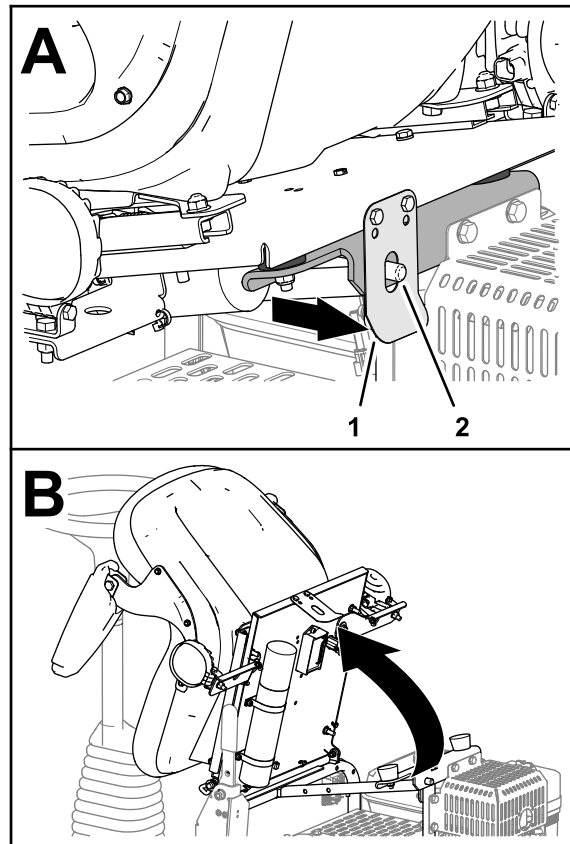

Bild 23
1. Ziehen Sie die Sitzverriegelung nach hinten, bis sie den Sitzverriegelungsstift freigibt (Bild 23).
2. Klappen Sie den Sitz hoch (Bild 23).